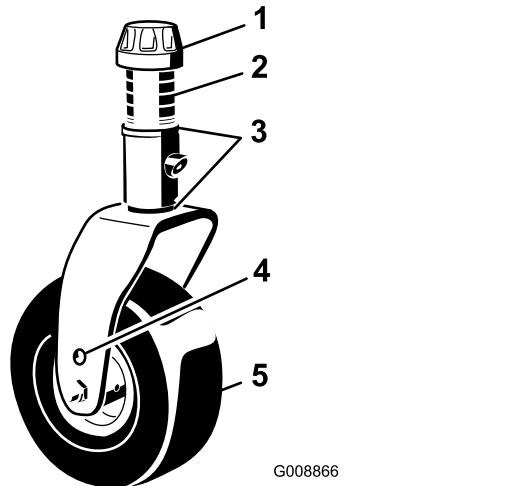

Figure 8
2. Placez les essieux des roues pivotantes dans les mêmes trous sur les deux fourches. Pour choisir les trous correspondants au réglage, reportez-vous à la Figure 8.
3. Enlevez le chapeau de tension de l'axe de pivot (Figure 8) et sortez l'axe du bras pivotant. Replacez les 2 cales (3 mm) sur l'axe de pivot comme à l'origine. Ces cales sont nécessaires pour que les unités de coupe soient parfaitement de niveau sur toute la largeur. Placez le nombre requis d'entretoises de 13 mm sur l'axe de pivot pour obtenir la hauteur de coupe voulue, puis ajoutez la rondelle.